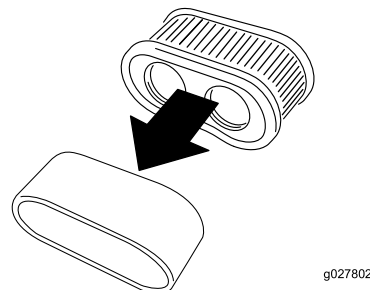

Figura 42
5. Separate gli elementi in schiuma sintetica e di carta (Figura 42).